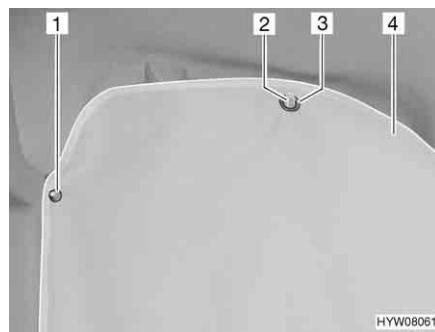

Fig. 14 Oscurante cabina di guida
- Fissare l'oscurante (Fig. 14,4) con i bottoni automatici (Fig. 14,1).
- Aggiungere gli occhielli (Fig. 14,3) a sinistra e a destra nei ganci per gli abiti (Fig. 14,2) delle impugnature.
- Sganciare gli occhielli (Fig. 14,3) a sinistra e a destra dai ganci per gli abiti (Fig. 14,2) delle impugnature.
- Sganciare e riporre l'oscurante (Fig. 14,4).